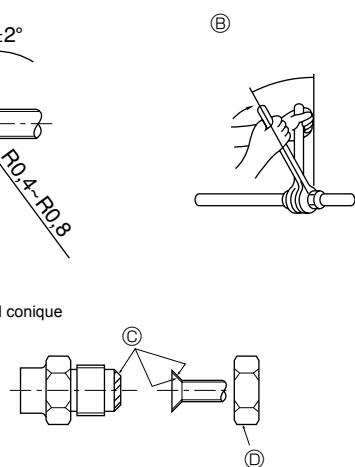

Fig. 4-1
### 4.2. Connexion des tuyaux (Fig. 4-1)
④ (Fig. 4-1)
⑤ (Fig. 4-1)